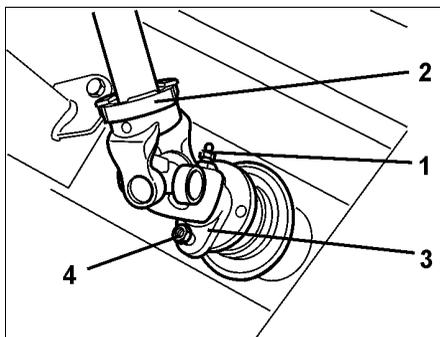

Fig. 22
- Allentare l'ingrassatore (Fig. 22/1) e spingere l'albero della PdF (Fig. 22/2)
- Fissare il giunto di connessione (Fig. 22/3) con il bullone (Fig. 22/4).
- Reinscrivere l'ingrassatore (Fig. 22/1).